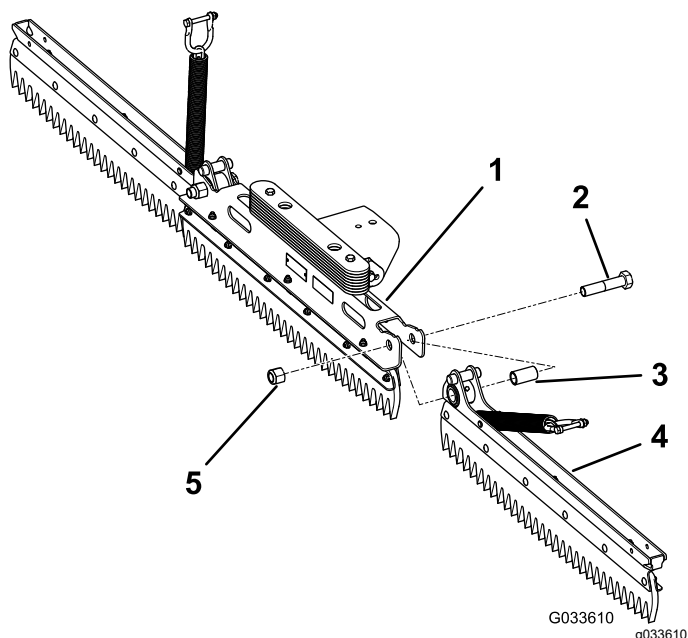

図 3
2. 各サイドアセンブリのピボット穴に、スペーサを入れる 図 3。
4. 左アセンブリを固定するボルト 3/4 x 3-1/2 インチとロックナット 3/4 インチを使用し、163217N・m 16.622.1kg.m = 120160ft-lb にトルク締めする図 3を参照。
6. 右アセンブリを固定するボルト 3/4 x 3-1/2 インチとロックナット 3/4 インチを使用し、163217N・m 16.622.1kg.m = 120160ft-lb にトルク締めする図 3を参照。